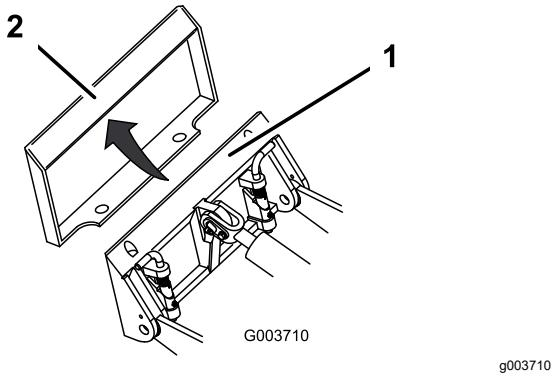

Bild 15
4. Setzen Sie die Befestigungsplatte in die obere Lippe der Aufnahmeplatte am Anbaugerät (Bild 15).